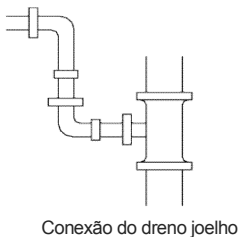

Fig. 27
- b) Anexar as junções conforme mostra (Fig. 27);